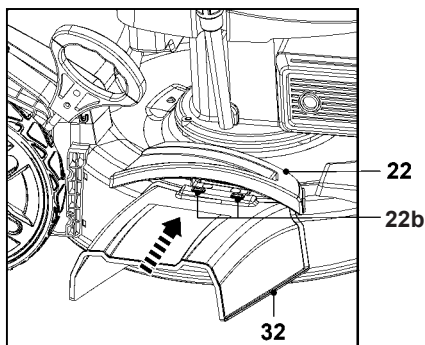

Рис. 19
4. Совместите отверстия (32a) и навесьте жёлоб для выброса травы вбок (32) на крючки (22b) (рис. 19). Жёлоб для выброса травы вбок готов к использованию.